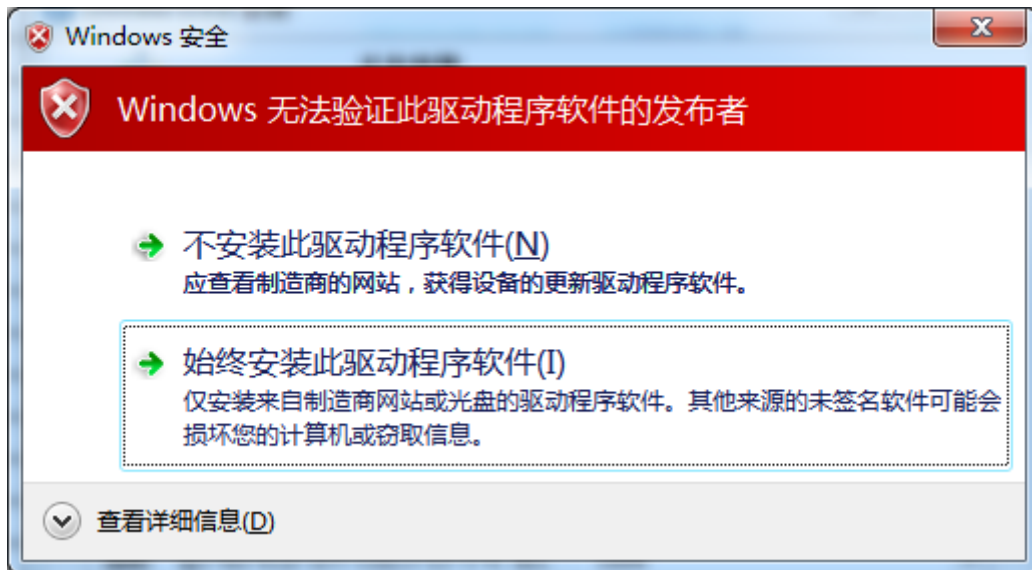

图 1-6
6) 如果出现下图（图 1-6）所示窗口，请选择“始终安装此驱动程序软件”，以完成正确安装：